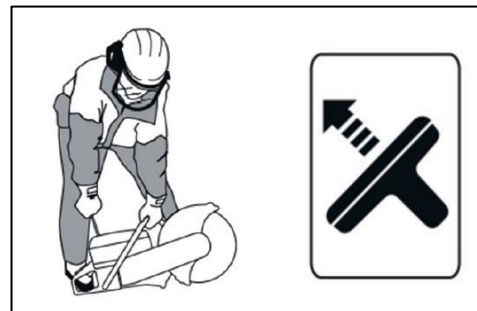

Рис. 23
2. Установите бензорез на землю и жестко зафиксируйте: ногой под заднюю рукоятку и рукой прижмите к земле за переднюю рукоятку. Резко потяните ручку стартера (возможно несколько раз) пока двигатель не запустится. (Рис. 23).